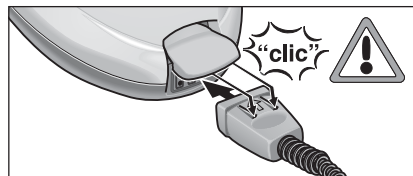

Рис. 1: фіксація блочного штекера
- Міцно вставте блочний штекер (С6) у розетку приладу (А1). При цьому обидва виступи блочного штекера повинні зафіксуватися в кришці штепсельної розетки приладу (див. рис. 1).